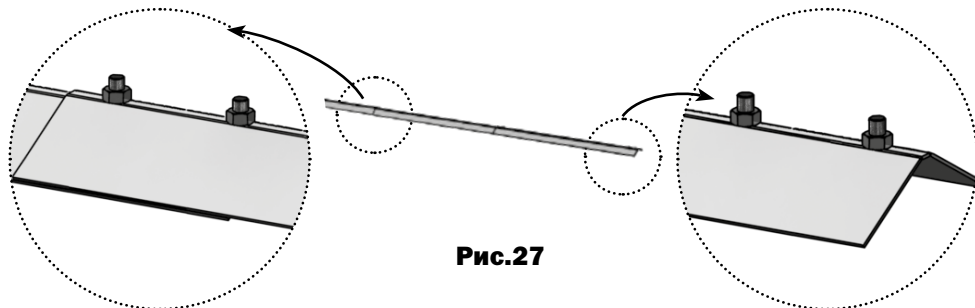

Рис.27
10. Детали конькового профиля стыкуются в длину с установкой резьбового конца винтов наружу (**рис. 27**).